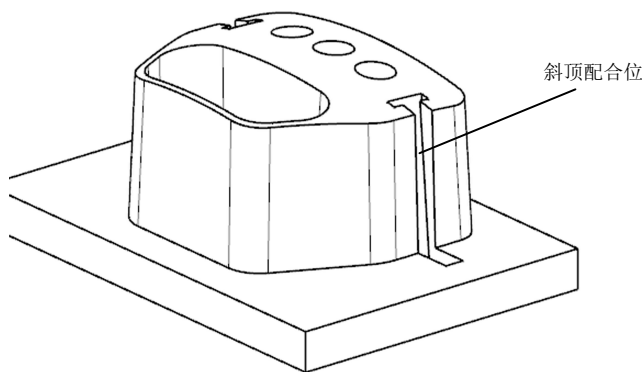

图 14-18 创建斜顶配合位
(36) 选取“菜单|插入|组合|减去”命令，以型芯为目标体，斜顶块为刀具体，在【求差】对话框中勾选“☒保存工具”复选框；单击“确定”按钮，创建型芯与斜顶的配合位。
(37) 采用相同的方法，创建另一侧的斜顶块的配合位，隐藏斜顶后，如图 14-18 所示。